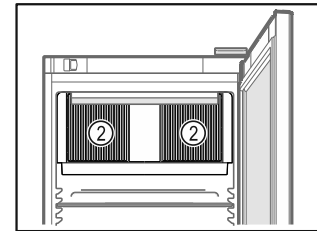

Fig. 59
- Păstrați libere fanțele de ventilație Fig. 59 (2) ale suflantei de recirculare a aerului din interior.